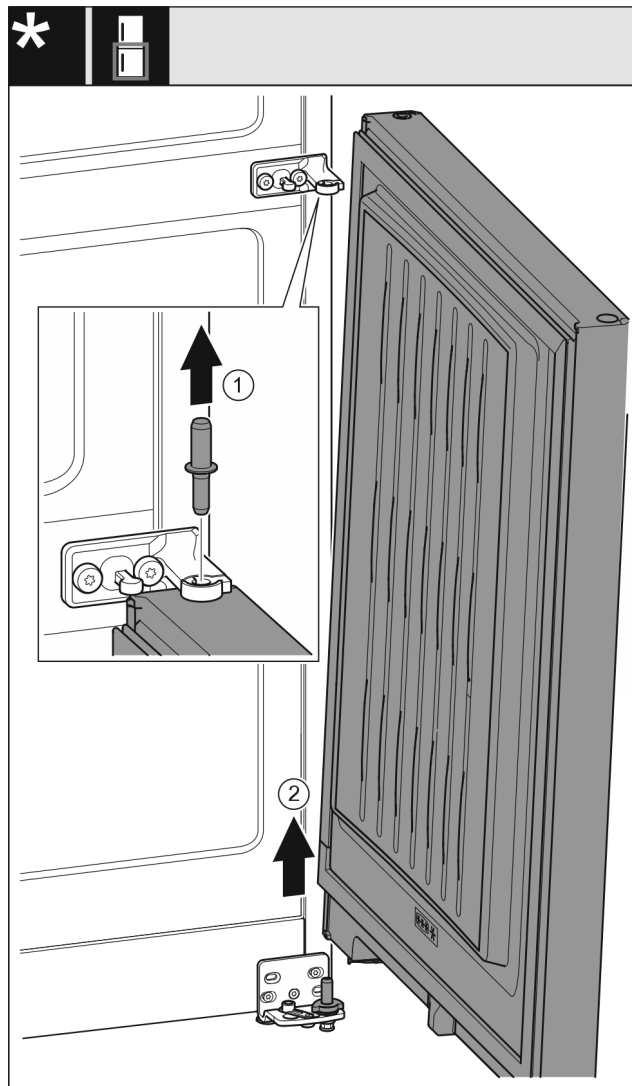

Fig. 30 Záráscsillapító nélkül*
- ▶ Húzza ki felfelé a csapszeget Fig. 30 (1)*
- ▶ Fordítsa ki az ajtót Fig. 30 (2), húzza fel, és tegye félre.*